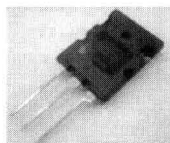

图 1-7 带阻尼管三极管
(6) 带阻尼管的三极管。图 1-7 所示是带阻尼管的三极管，主要在电视机的行输出级电路中作行输出三极管，它将阻尼二极管和电阻封装在管壳内。三极管内基极和发射极之间还接入了一只 25Ω 的小电阻。将阻尼二极管设在行输出管的内部，减小了引线电阻，有利于改善行扫描线性和减小行频干扰。基极与发射极之间接入电阻以适应行输出管工作在高反向耐压状态。